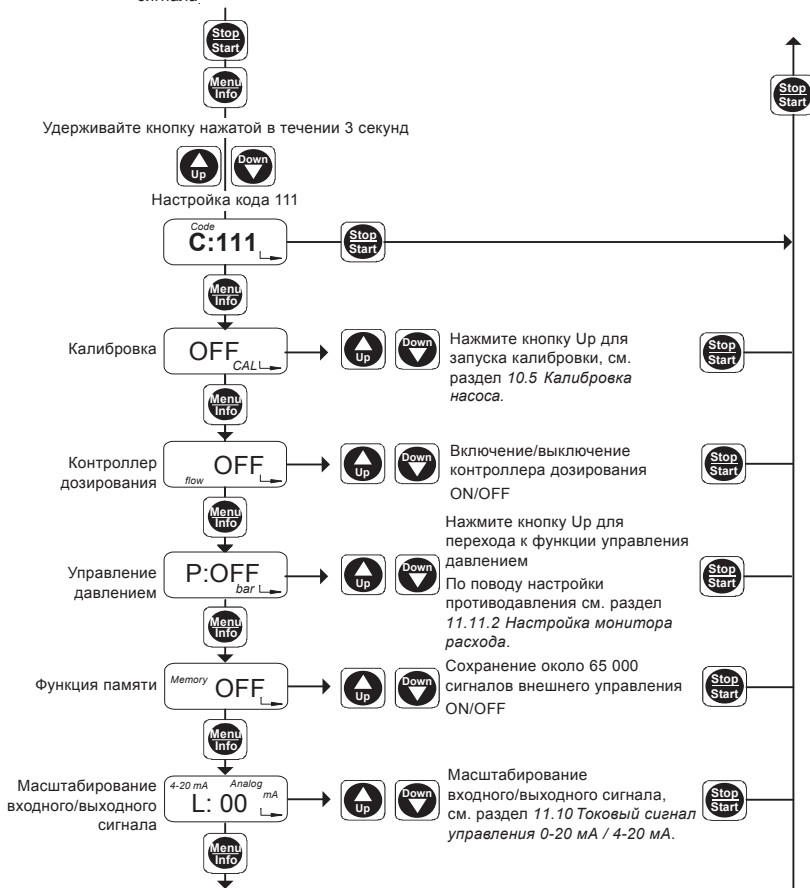

Рис. 31 Второй функциональный уровень, часть 1 Указание
2. Кнопки Up и Down используются для изменения настроек в соответствующем меню, как показано на рис. 31 и 32.